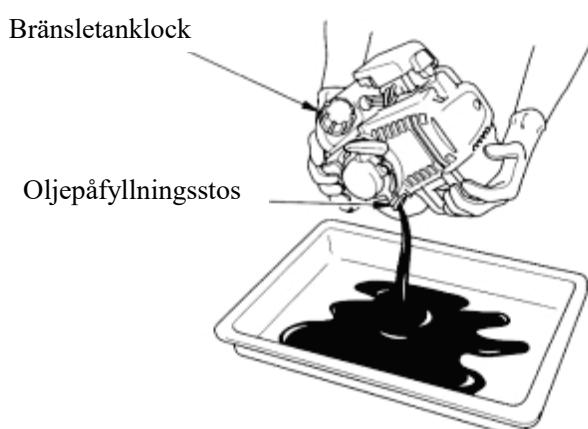

Fig. 11
c. Demontera oljemätstickan, luta motorn mot oljepåfyllningsstosens och töm ut motoroljan i behållaren som visat i fig. 11.